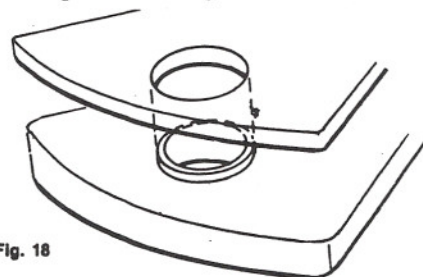

Fig. 18
9. Acoplar la almohadilla de caucho a la placa de respaldo de la misma. La parte superior, o superficie de metal de la almohadilla de caucho debe acoplar bajo las superficies sin pintura de la placa de acero de respaldo y el anillo de caucho en la parte superior de la almohadilla debe ajustar en el hueco redondo correspondiente en la placa de respaldo. Ver Fig. 18.